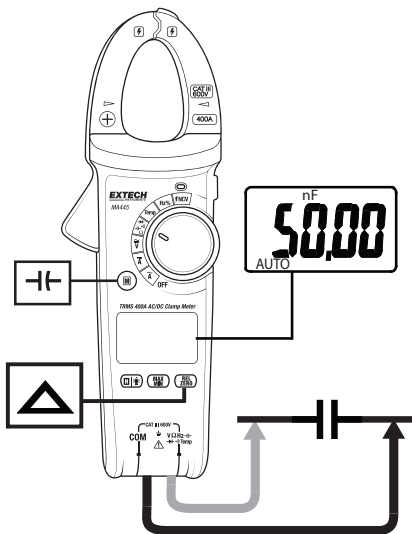

Fig. 9 – Misurazioni capacitanza
3. Inserire la spina a banana del puntale nero nel jack (COM) negativo. Inserire la spina a banana del puntale da test rosso nel jack positivo. Si veda la Fig. 9.